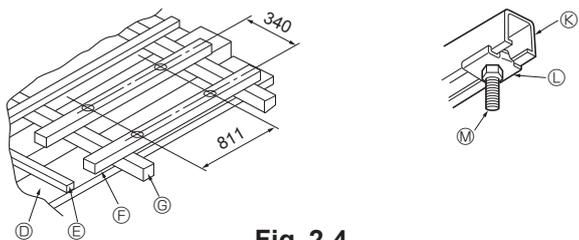

Fig. 2-4
- Structures en béton armé (Fig. 2-4)